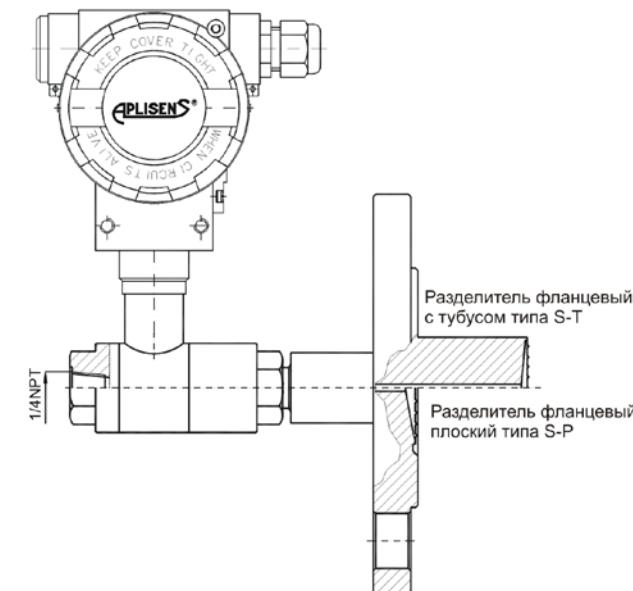

Рисунок 5 - Преобразователь APR-2000/ALE с одним непосредственным разделителем
4.5 Преобразователи APR-2000/ALE могут быть оснащены одним непосредственным разделителем, установленным на входе давления „+” на головке, а выход „-“ будет гнездо  $\frac{1}{4}$ NPT (рисунок 5).